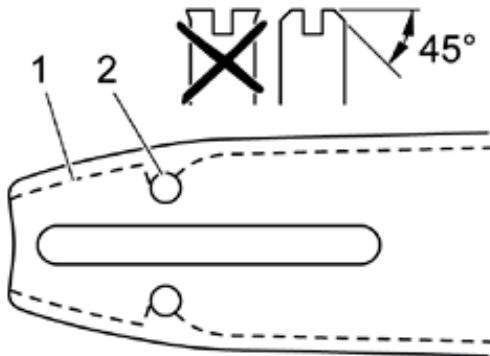

Рис. 15
11.3 Проверка и смазка звездочки шины (Рис. 15, 16)
Регулярно проверяйте шину на наличие повреждений. Удалите все выступающие заусенцы (рис.15).
1. Тщательно очистите канавку вшине (рис.15 поз.1) и отверстие для смазки (рис.15 поз.2).